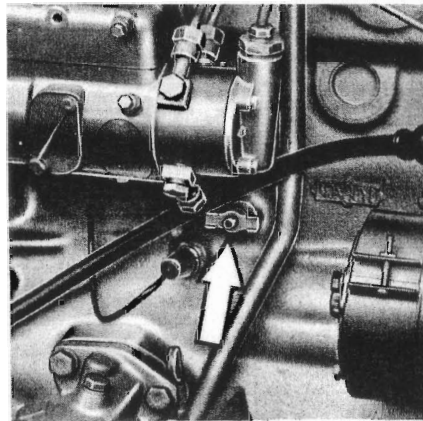

Fig. 24 - Rubinetto monoblocco motore
- il rubinetto del monoblocco motore (fig. 24)